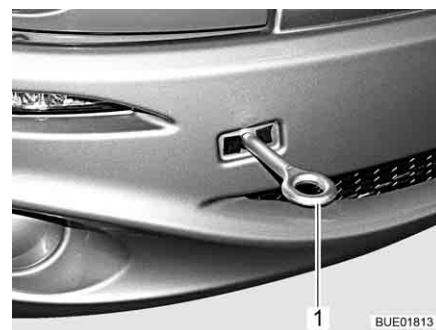

Fig. 51 Œillet de remorquage, monté
- Monter l'œillet de remorquage (Fig. 51,1) selon les instructions du mode d'emploi du véhicule porteur.